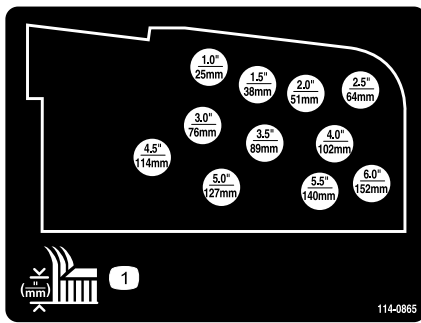

Bild 26
6. Montieren Sie die Schnitthöhenketten im gewünschten Schnitthöhenloch (Bild 26) und befestigen Sie sie mit dem Splint und dem Lastösenbolzen.